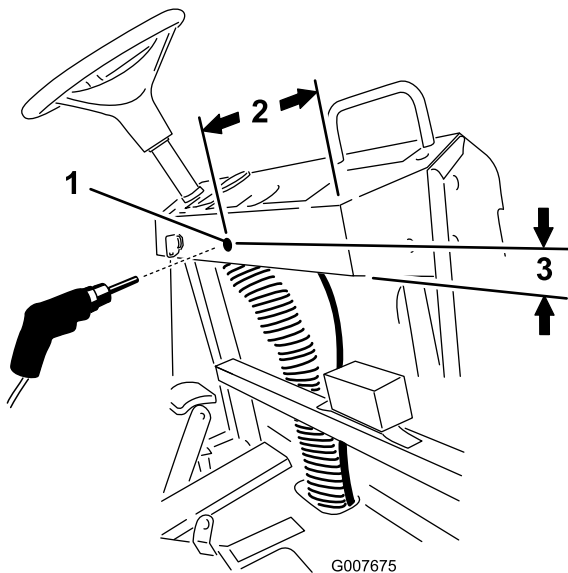

Bild 2
- A. Markieren Sie von der rechten Seite des Armaturenbretts die Stelle, die 25 cm entfernt ist, und dann die Stelle, die 4 cm von der Unterseite des Armaturenbretts entfernt ist (Bild 2).